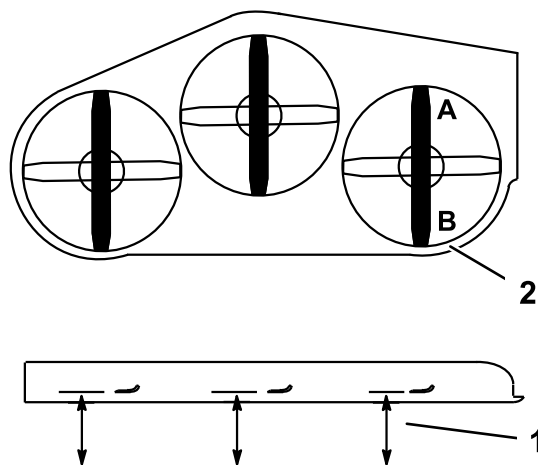

Figura 113
1. Coloque la cuchilla **derecha** en posición longitudinal (Figura 113).
2. Mida la cuchilla derecha en la posición **A** desde una superficie nivelada hasta el filo de corte del extremo de la cuchilla (Figura 113).
4. Mida la cuchilla derecha en la posición **B** desde una superficie nivelada hasta el filo de corte del extremo de la cuchilla (Figura 113).
6. La cuchilla del cortacésped debe estar entre 6 y 10 mm más baja en la posición **A** que en la posición **B** (Figura 113). Si no es correcta la distancia, continúe con los pasos siguientes.